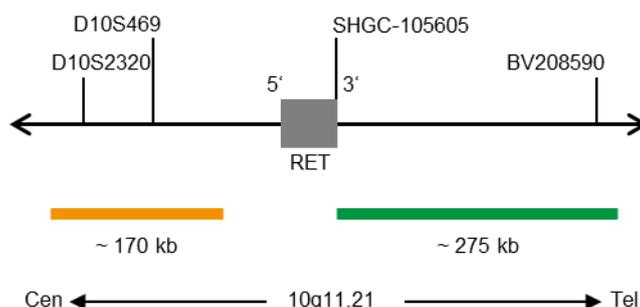

Fig. 1. SPEC RET Mapa de la sonda (no está a escala)
- Polinucleótidos marcados en verde (excitación a 503 nm/emisión a 528 nm) ZyGreen (~10 ng/ μ l), dirigidos a secuencias localizadas en 10q11.21* (chr10:43,626,274-43,902,346) distales a la región del punto de ruptura de RET (ver Fig. 1).
- Polinucleótidos marcados en naranja (excitación a 547 nm/emisión a 572 nm) ZyOrange (~4,5 ng/ μ l), dirigidos a secuencias localizadas en 10q11.21* (chr10:43,340,888-43,510,171) proximales a la región del punto de ruptura de RET (ver Fig. 1).